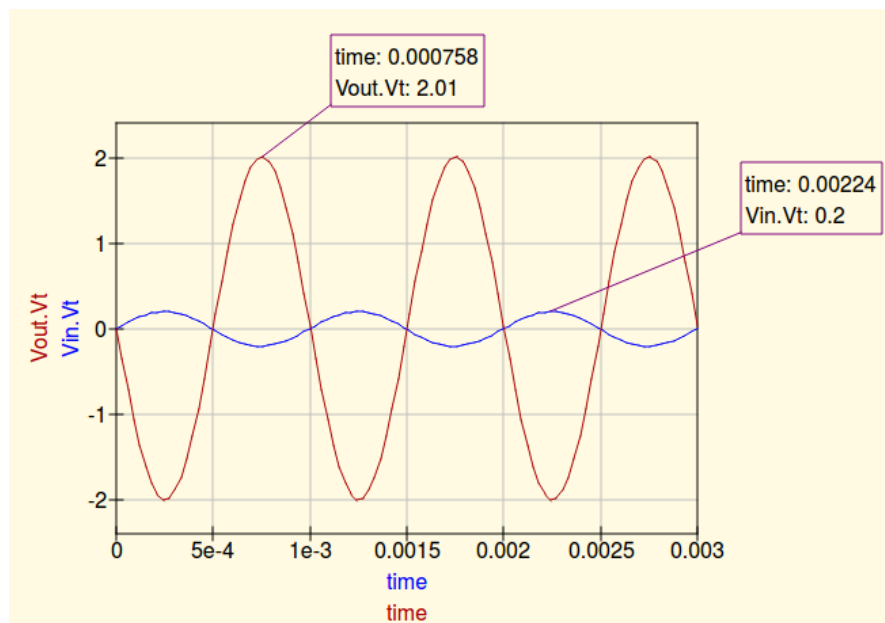

Figura 9. Diagrama Cartesiano con las señales de entrada y salida vs tiempo.
9. Se mostrarán las señales de Vin y Vout similar a la Figura 9, puede alargar el diagrama para verlo mejor. Con la herramienta para **poner marcas en el gráfico** que tiene la siguiente forma  puede dar clic en cualquier punto de las gráficas y se mostrará la amplitud y el tiempo en ese punto.